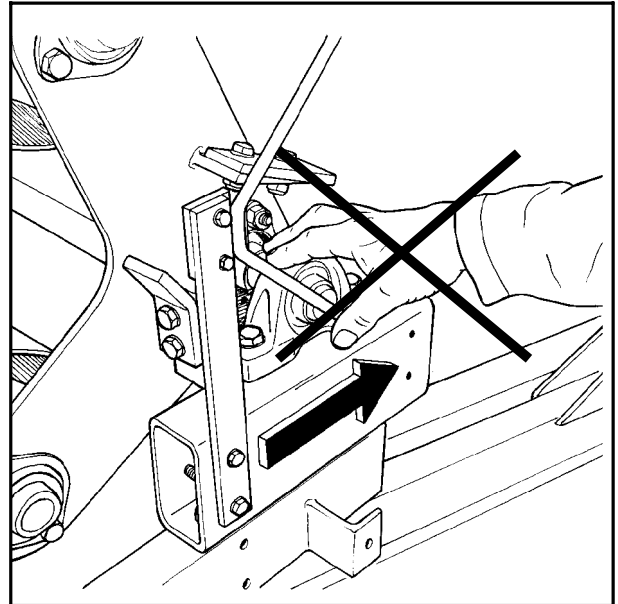

Fig. 2-3
3. På bordet er det påmontert en "knivinnretning" som kutter plasten ved oppstart av ny balle. Denne "kniveninnretningen" er skarp og kan medføre kuttefare for fingre om de skulle komme i veien. (Fig. 2-3).